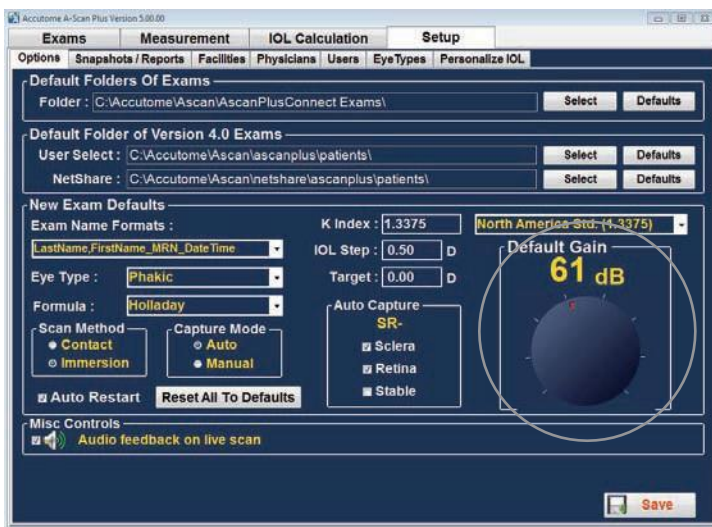

Figura 5-21: Control rotativo para regulación de la amplificación
1. Seleccione el punto rojo de arrastre en el control rotativo de amplificación, como se muestra en la figura 5-21.